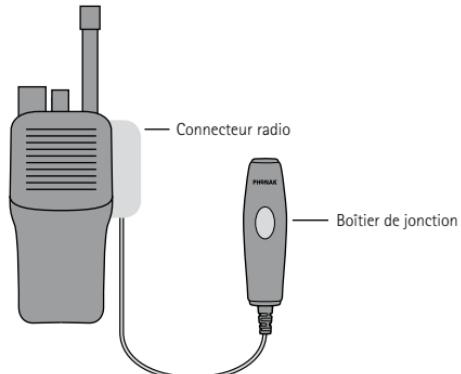

Figure 5
- ▶ Raccorder le **câblage du Profilo** à l'aide du connecteur radio (figure 5). Veuillez consulter le mode d'emploi de la radio pour raccorder correctement le connecteur.